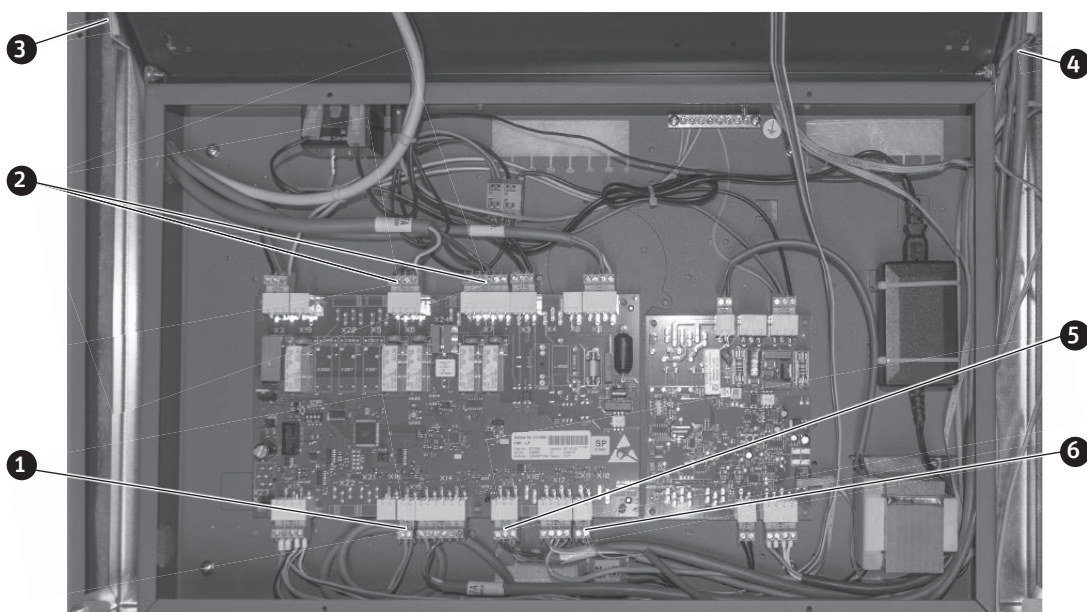

Fig. 89 Quadro di comando aperto, inserire i connettori, vista da davanti
- Controllare nel quadro di comando se i connettori dell'interruttore della porta X15, della sonda dei gas combusti X11 (accessorio) e della regolazione aria X6/X7, X14 sono inseriti correttamente. Cavi e connettori sono provvisti delle relative diciture – Fig. 89.
- Fare attenzione a posare separati il cavo a bassissima tensione (0–12 VDC) e il cavo a bassa tensione (230 VAC)! Posare i cavi negli appositi guidacavi – Fig. 89.
Fare attenzione a posare separati il cavo a bassissima tensione (0–12 VDC) e il cavo a bassa tensione (230 VAC)! Posare i cavi negli appositi guidacavi – Fig. 89.